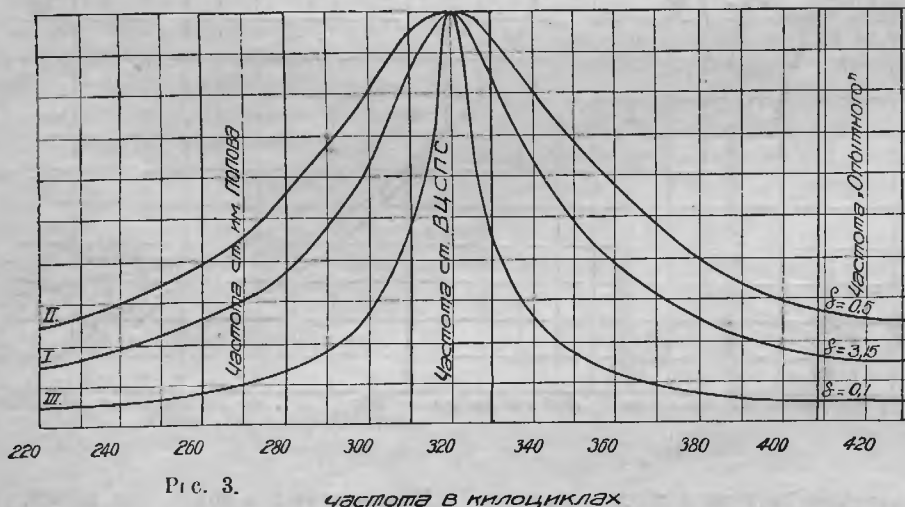

Рис. 3.
Y отложено отношение  $\frac{1}{n}$ , где n показывает во сколько раз уменьшился ток в контуре приемника при определенной его расстройке по сравнению с резонансом (см. рис. 3 кривую I). Это отношение дано для различных декрементов затухания  $\delta=0,1, 0,315, 0,5$ . Силы то-
делах от 0,2 до 0,7 (при невыгоднейшей детекторной связи), т. е. во многих случаях кривая резонанса будет еще лучше, чем показанная на рис. 3 (II).